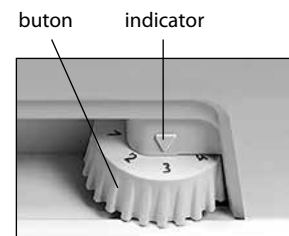

Figura 3 – Reglarea temperaturii
1.6 Elementul de reglare a temperaturii din frigider, în conformitate cu Figura 3 este **butonul de reglare a temperaturii (numit în continuare – buton)**, care se află sub masca frigiderului. Butonul se rotește în sensul acelor de ceasornic sau în sensul contrar al acestora și are diviziuni numerice. Diviziunea "1" corespunde celei mai joase setări de temperatură (răcire minimă) în camera frigorifică, diviziunea "7" – celei mai înalte setări de temperatură (răcire maximă). Pentru a regula temperatura, fixați diviziunea butonului sub indicator.
Deschideți ușa frigiderului. La prima conectare este recomandat să fixați sub indicator diviziunea "3" sau "4" a butonului în conformitate cu Figura 3. Închideți ușa.